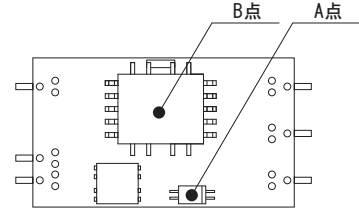

図8.11 強制通風時の温度測定箇所
(3) 強制通風 (1m/s) 時の温度測定箇所
①SU6
■強制通風時は、図8.11のA点の温度が95℃以下、かつB点の温度が115℃以下となるように通風して、ご使用ください。